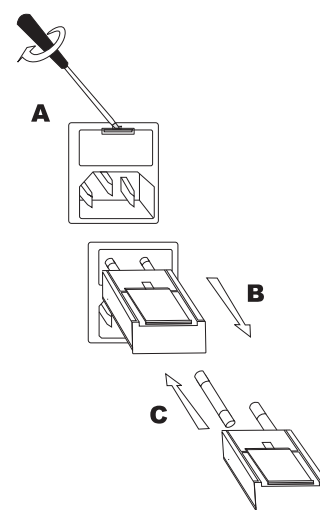

Fig. 9-1 Ouverture du porte-fusible
5. Retirez le support du fusible comme l'indique Fig. 9-1 "Ouverture du porte-fusible".